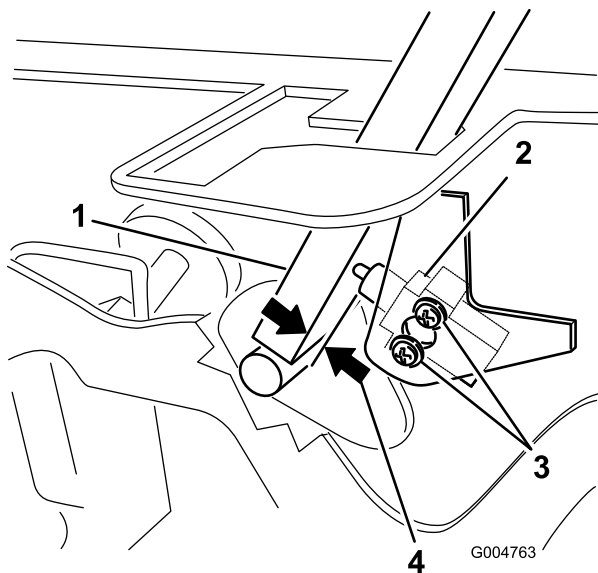

Рисунок 49
3. Ослабьте 2 винта крепления блокировочного выключателя (Рисунок 49).
4. Удерживая рычаг управления прижатым к раме, переместите выключатель в направлении рычага так, чтобы расстояние между рычагом и корпусом выключателя составляло 0,4–1 мм, как показано на Рисунок 49.